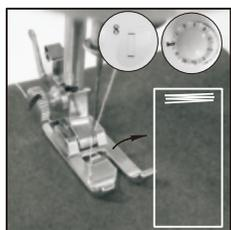

Fig. 17
- (1) Coloque la tela debajo del prensatelas y baje el prensatelas sobre la tela donde necesita coser el ojal, luego elija el patrón de puntada #8.
- (2) Encienda el interruptor y cosa 5-6 puntadas a baja velocidad, luego apague el interruptor (Fig. 17).